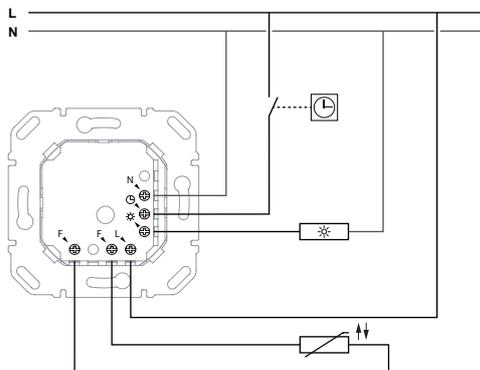

Bild 4: Anschlussplan Temperaturregler, Schließer, für Fußbodenheizung
■ Regler gemäß Anschlussplan anschließen (Bild 4).
■ Wippe (6) in den oberen Aufnahmeschlitz des Ein-/Ausschalters stecken.
■ Zentralstück (3) über den Designrahmen (2) lagerichtig aufsetzen und mit Befestigungsschraube (4) fixieren.
■ Regulierknopf (5) aufstecken.